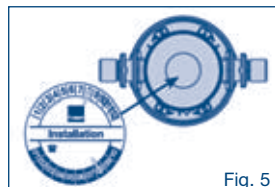

Fig. 5
6. Annotare la data (mese/anno) dell'installazione sulla targhetta di installazione acclusa e applicarla sul coperchio del filtro (vedi Fig. 5)